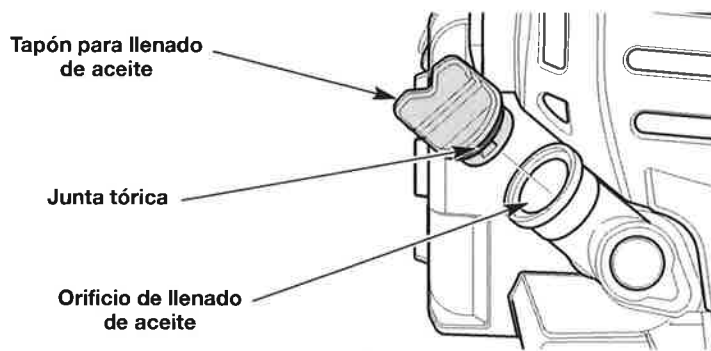

Fig. 14
2. Desenrosque el tapón de llenado de aceite (Fig. 14).
3. Vierta todo el contenido del recipiente dentro del orificio de llenado de aceite (Fig. 14). **NO** llene el depósito en exceso. Consulte *Control del nivel de aceite*.
NOTA: Compruebe que la junta tórica esté en su lugar en el tapón de llenado de aceite (Fig. 14).